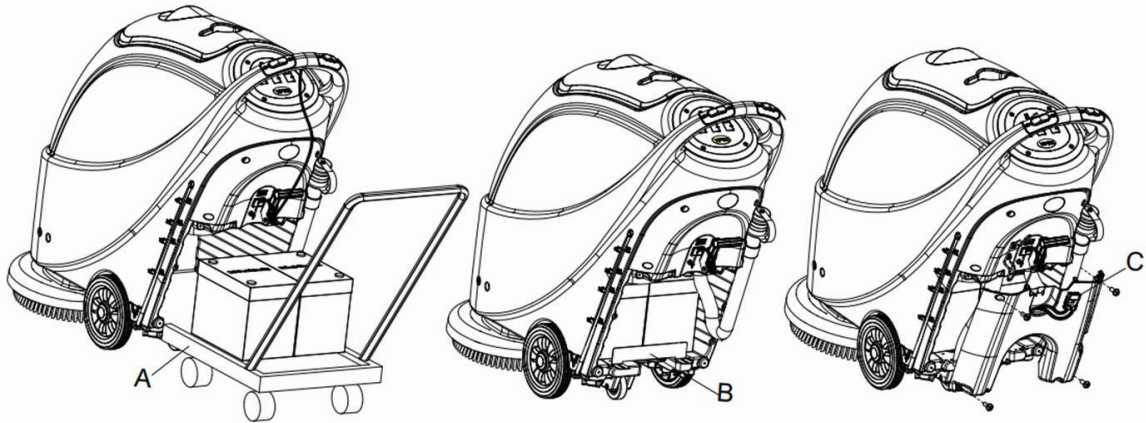

Figura 7
14. Intale a bateria com as ferramentas de instalação específicas da bateria (A, Figura 7). Após a bateria estar instalada, retire as ferramentas de instalação e instale o suporte de fixação da bateria (B, Figura 7).
15. Coloque o conector da bateria (C, Figura 7) através do buraco no topo da tampa da caixa da bateria, coloque a mangueira de drenagem através do buraco correcto da tampa da caixa da bateria, fixe a tampa com os 4 parafusos, e instale o cabo extensível do squeegee, mangueira de drenagem e o squeegee.